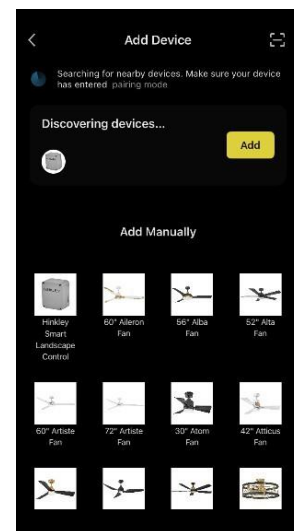

Figure 1 : Interface de découverte des périphériques
5. En mode jumelage, votre transformateur intelligent devrait apparaître automatiquement sous « Recherche d'appareils... ». Une fois détecté, sélectionnez « Ajouter ». (Voir Fig. 1)